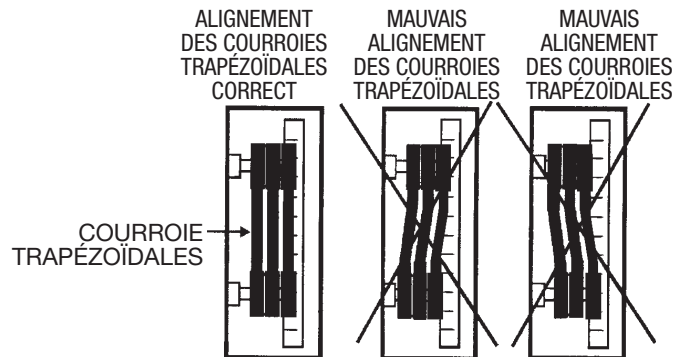

Figure 9. Alignement des poulies
2. Vérifiez que les courroies trapézoïdales et les poulies (manchons) sont uniformément parallèles (Figure 9). Utilisez une règle de précision ou une équerre de machiniste placée contre les deux poulies et ajustez ces dernières jusqu'à ce qu'elles soient bien alignées.